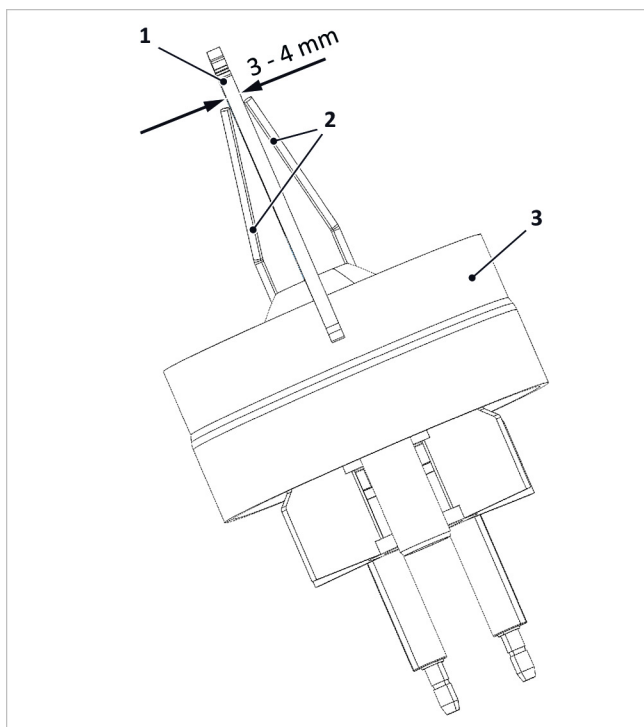

Abb. 63: Abstand Zündelektroden prüfen
5. Abstände der Elektroden wie in → Abb. 63 gezeigt kontrollieren und ggf. durch vorsichtiges Biegen korrigieren.